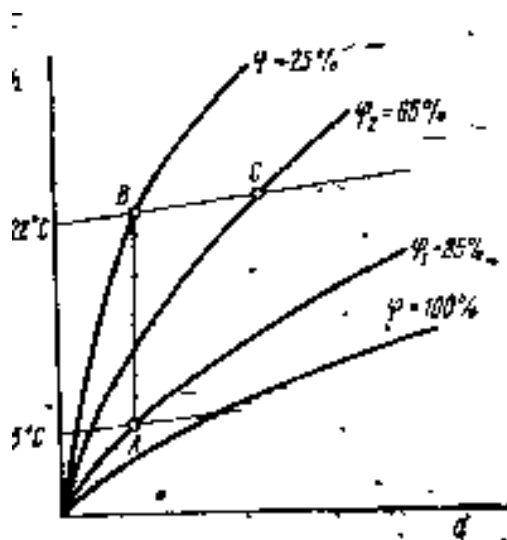

Рис. 6.2.
*Решение:* По  $h-d$  диаграмме (рис. 6.2) находим точку  $A$  на пересечении линии  $t_1=5^\circ\text{C}$  и  $\varphi_1=85\%$  и определяем  $d_1=4,6$  г/кг;  $h_1=17$  кДж/кг.